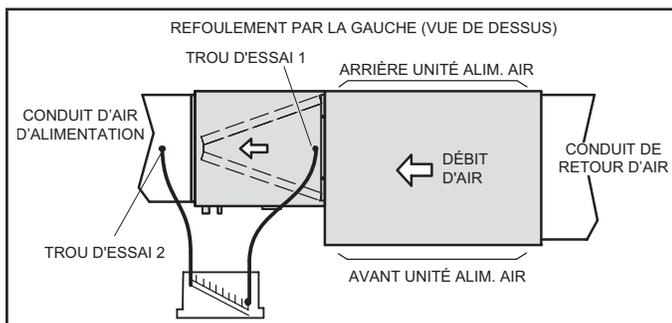

FIGURE 9. Mesure de la pression statique
Raccordez le drain principal et acheminez le tuyau de drainage avec une pente vers le bas jusqu'à la conduite de drainage ou un puisard. Ne raccordez pas le drain à un système d'égout fermé. Reportez-vous à la figure 9 pour la configuration typique d'un piège.
Pour garantir la précision, la pression statique doit être lue depuis le côté de l'entrée d'air du serpentin jusqu'au côté de la sortie d'air du serpentin. Reportez-vous à la figure 9 pour un exemple permettant d'obtenir une lecture précise.
- 1 - Percez un trou de 5/16 po dans l'enceinte du serpentin à 1 po de la bride du générateur d'air chaud (trou d'essai 1, figure 9).
- 2 - Percez un trou de 5/16 po dans le conduit d'alimentation (trou d'essai 2, figure 9).